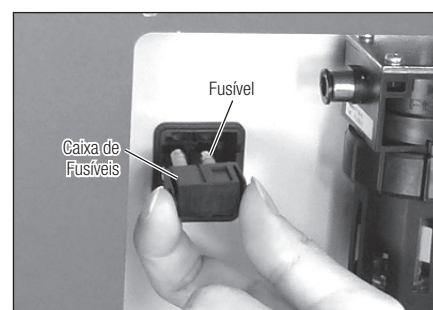

Fig. 30
- 3) Puxe para fora e retire o fusível enquanto pressiona simultaneamente as linguetas (Fig. 30).